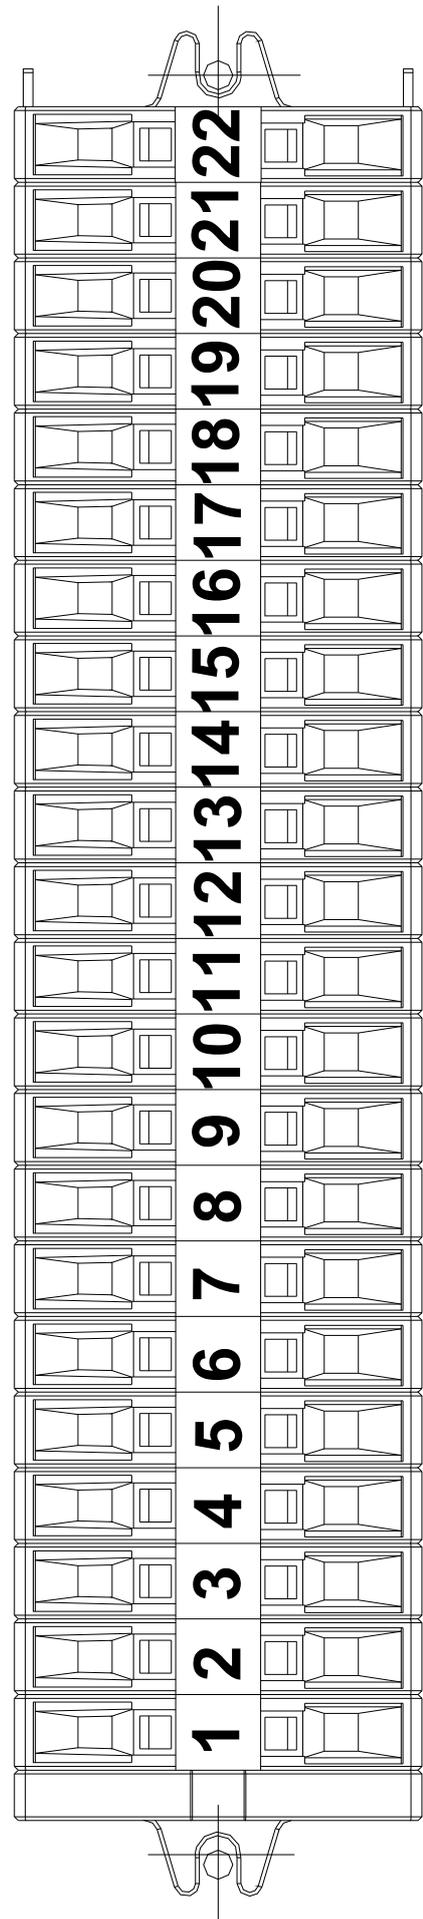
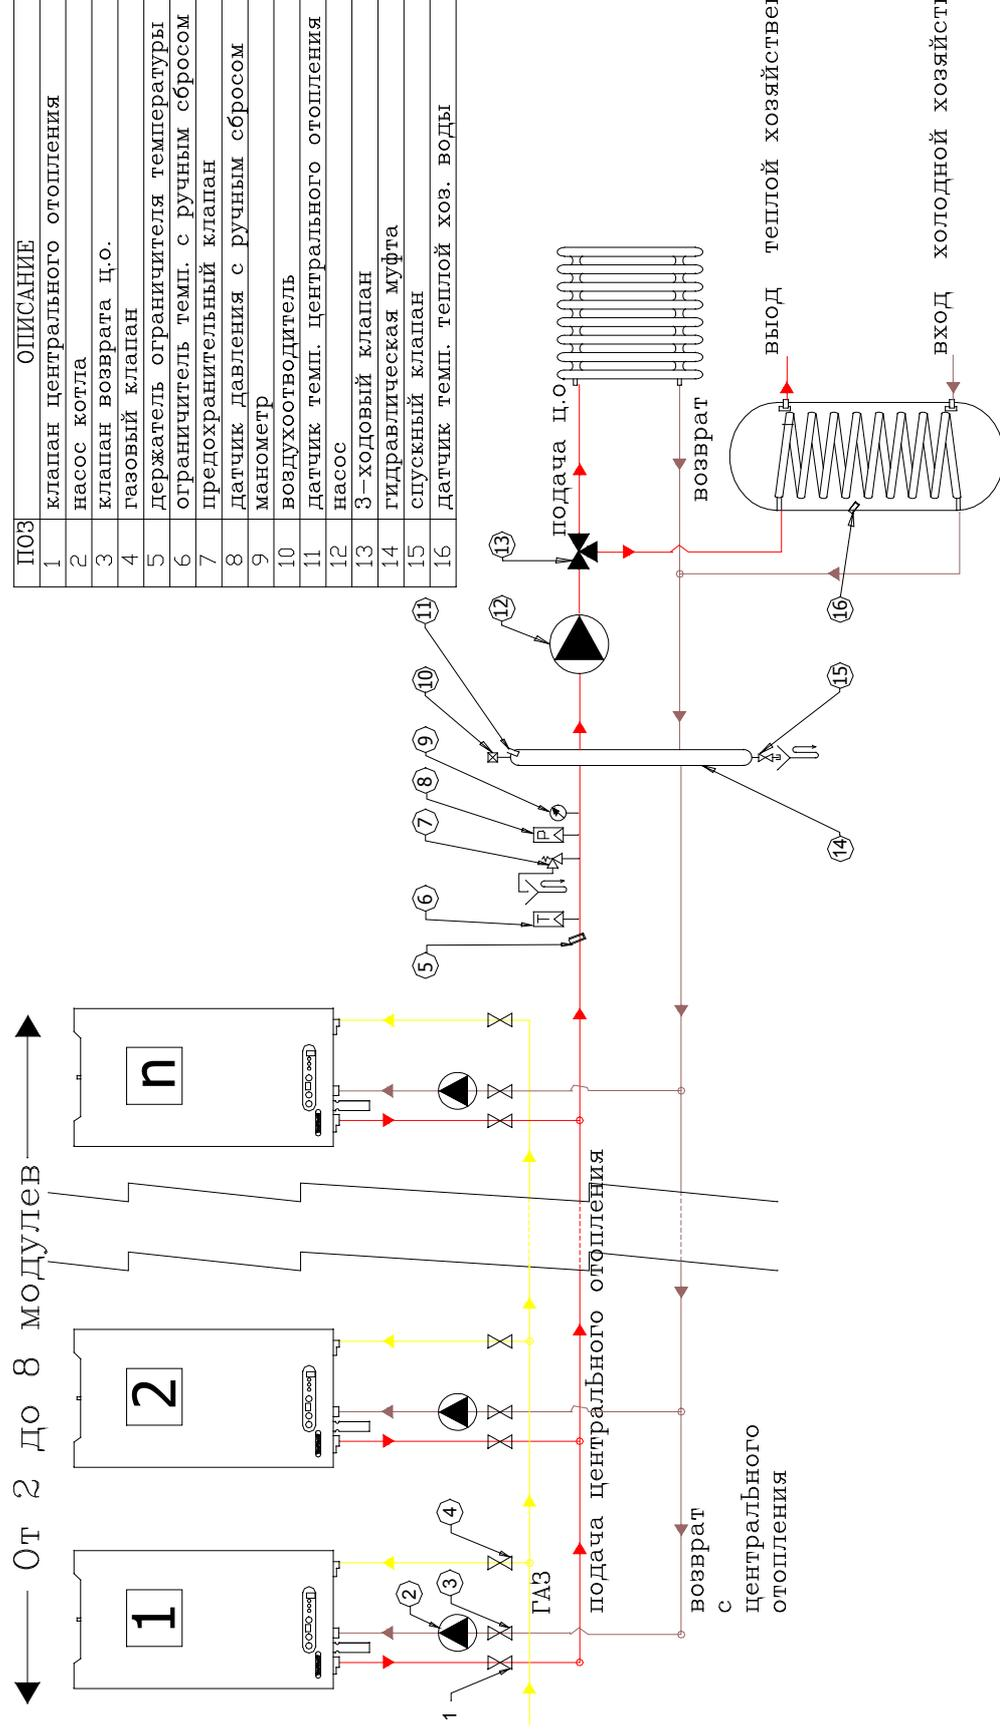
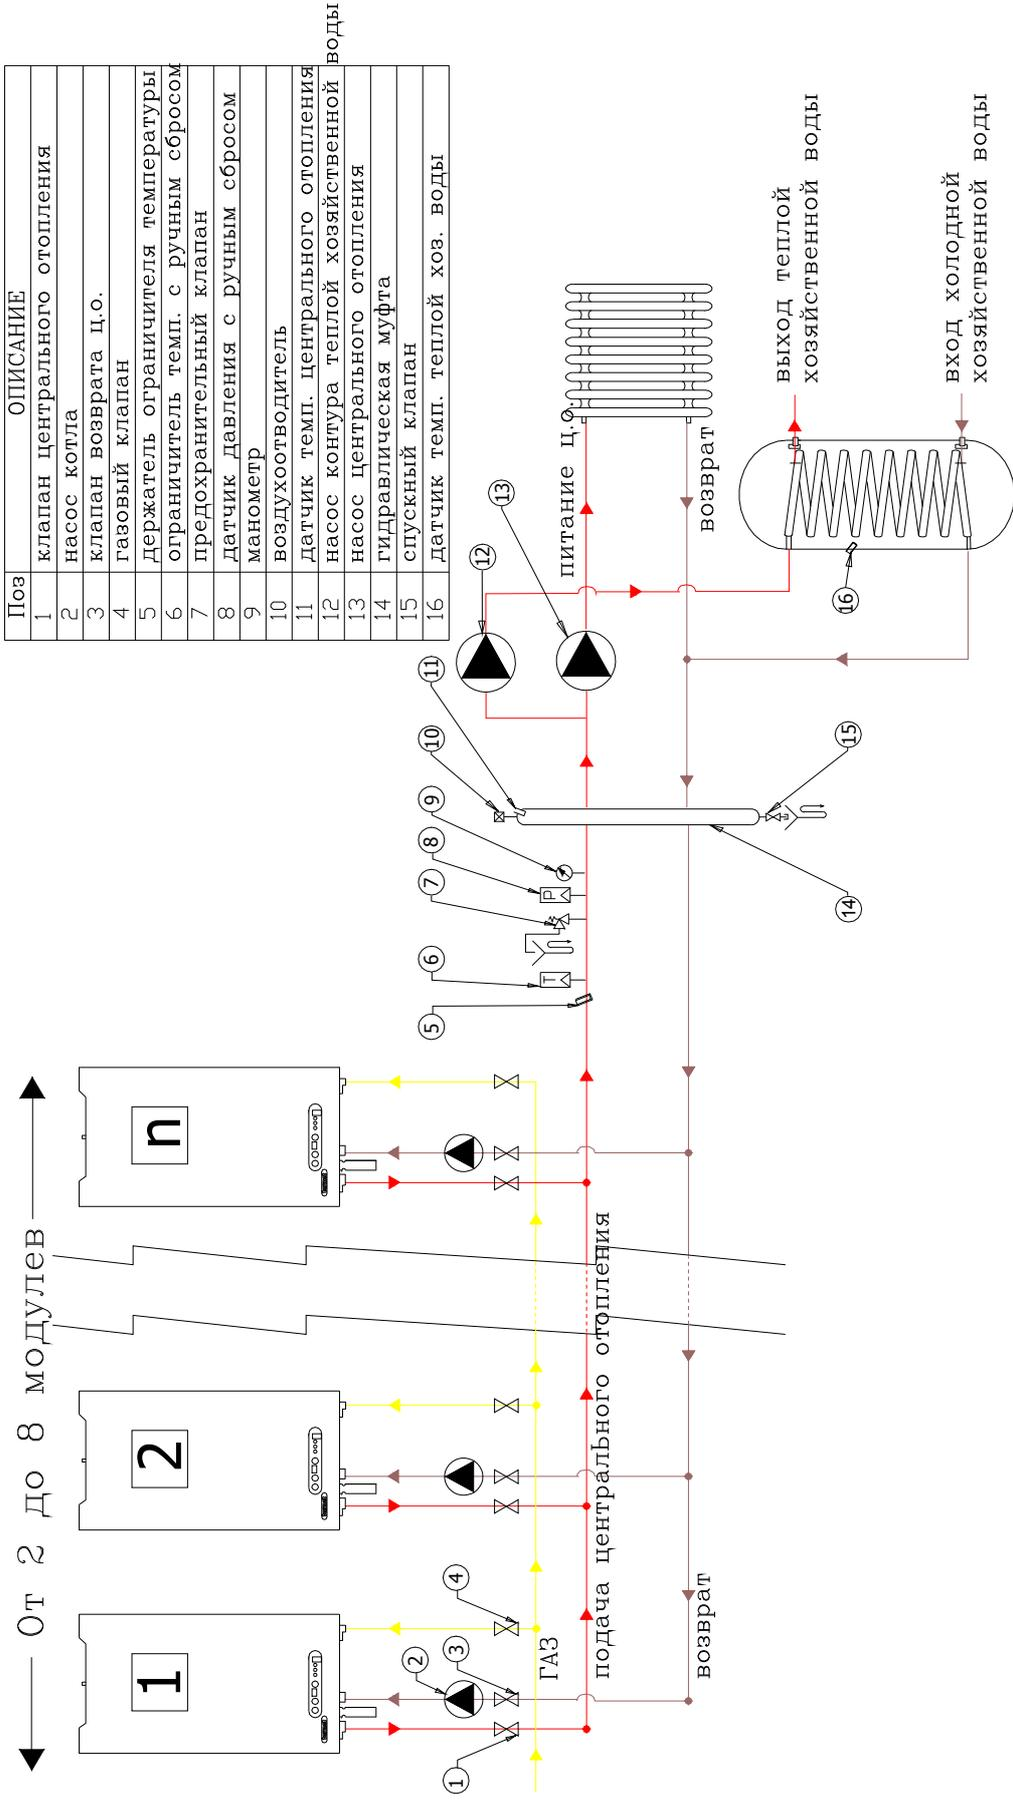

Рис. 4. Присоединительная (зажимная) планка
Рис. 14. Гидравлическая схема с НАСОСОМ И ТРЁХODOVЫМ КЛАПАНОМ
Рис. 15. Гидравлическая схема с НАСОСОМ отопительного контура И НАСОСОМ контура тёплой хозяйственной воды
- 6) в зависимости от конфигурации модуля –установи скобки в соединению J3 согласно указаниям на рис. 4 и 5 (рис. 10 это пример конфигурации котла № 3),
С целью лудшего понятия вуше указаной схемы, смотри рис.14. Соединения должны быть сделаны согласно схемы которая указана на Рис. 4.
С целью лучшего понятия выше указанной схемы, смотри рис. 15. Соединения должны быть сделаны согласно схеме которая указана на рис. 4.